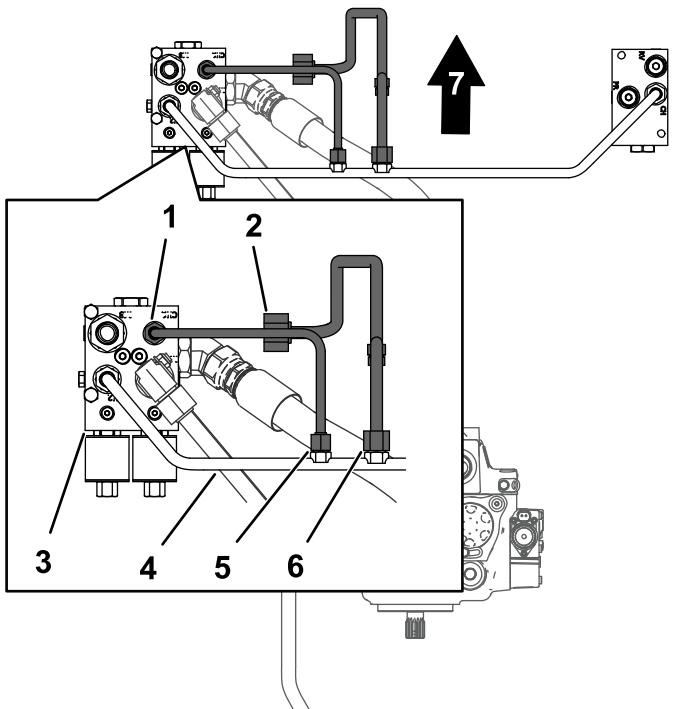

Figura 10
1. Prepare o tubo do filtro hidráulico guardado de Remoção do tubo transversal \(página 4\). Alinhe a porca do tubo para o tubo do filtro hidráulico com a união no tubo do coletor transversal conforme indicado na Figura 10.
- Alinhe as porcas do tubo divisor com as uniões no tubo do coletor transversal e coletor do divisor de fluxo (Figura 10).